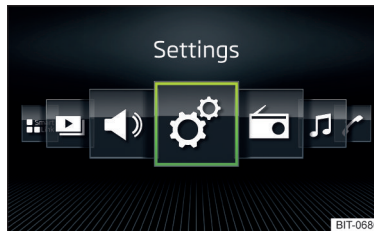

Abb. 142
- › Die Option **Raster-Anzeige** » **Abb. 141** oder **Horizont. Anzeige** » **Abb. 142** wählen.